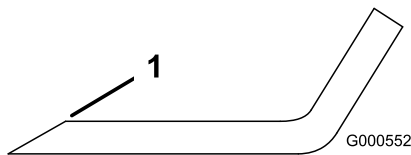

Bild 65
- Schärfen Sie die Schnittkante an beiden Enden des Schnittmessers mit einer Feile (Bild 65).
Hinweis: Feilen Sie, wenn das Schnittmesser nicht ausgewuchtet ist, vom Flügelbereich des Messers etwas Metall ab (Bild 65).